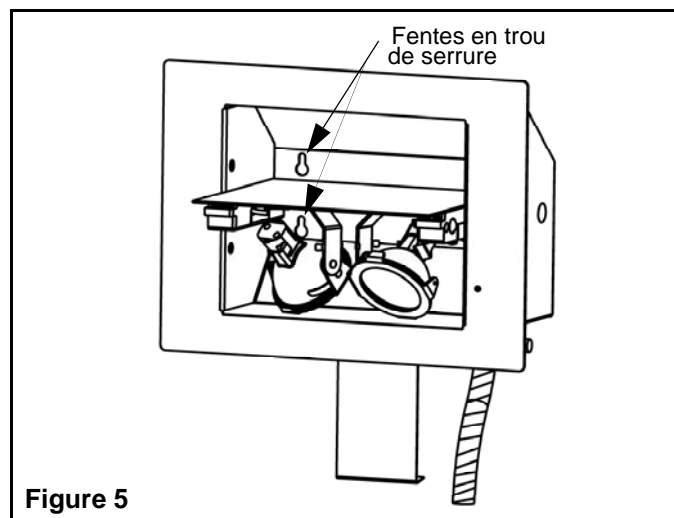

Figure 5
15. Forcer la porte du module des lampes pour l'ouvrir à moitié et pouvoir tenir l'unité et identifier les quatre fentes en trou de serrure à l'intérieur du boîtier (voir la Figure 5).